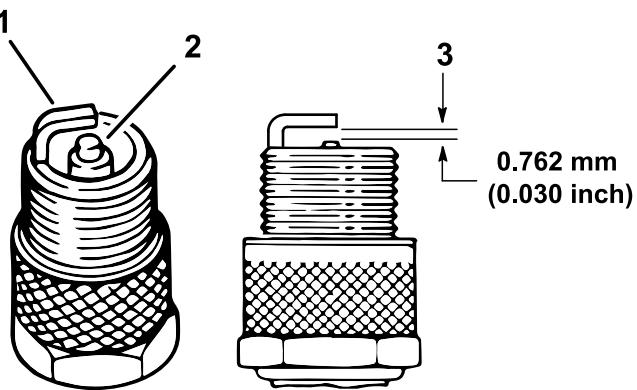

Bild 35
4. Prüfen Sie den Zustand der Seitenelektrode, der zentralen Elektrode und der Isolierung um die zentrale Elektrode, um sicherzustellen, dass nirgendwo Defekte aufgetreten sind (Bild 35).
5. Stellen Sie den Abstand zwischen der mittleren und seitlichen Elektrode auf 0,762 mm ein, wie in Bild 35 abgebildet.